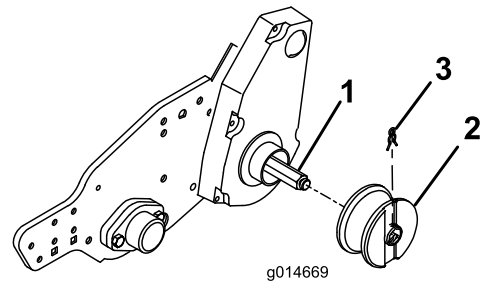

Figure 6
6. Insérez un galet sur chaque arbre, la rainure à l'extérieur, et fixez-le en place avec un clip (Figure 6).